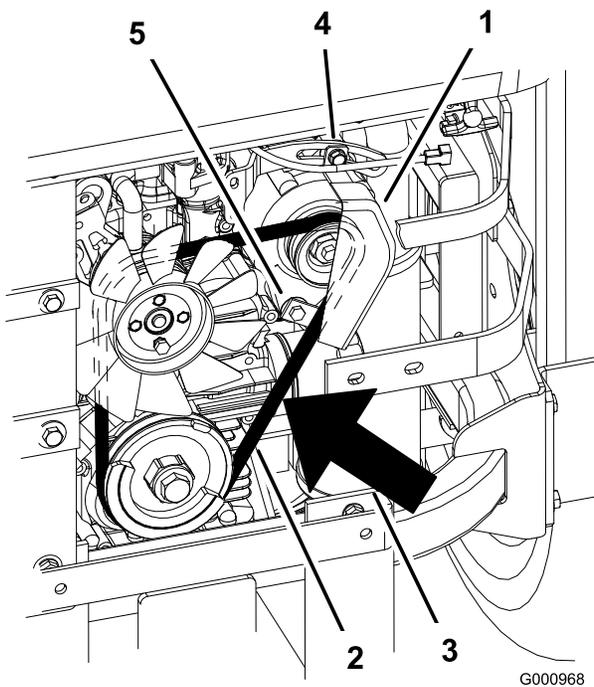

Bild 65
7. Lösen Sie die untere Schraube und nehmen Sie die obere Schraube ab, mit denen die Lichtmaschine und die Abdeckung befestigt sind (Bild 65).
9. Montieren Sie einen neuen Riemen um die Spannscheiben und die Lichtmaschine (Bild 65).
14. Ziehen Sie die untere Schraube fest und setzen Sie die obere Schraube ein, mit denen die Lichtmaschine und die Abdeckung befestigt sind (Bild 65).
2. Stellen Sie die Lichtmaschine nach außen ein, sodass der Riemen zwischen den Motor- und Lichtmaschinenspannscheiben 7 bis 9 mm durchhängt, und Sie eine Kraft von 10 kgf aufbringen (Bild 65).
5. Wenn die Spannung richtig ist, ziehen Sie die untere und obere Schraube fest (Bild 65).